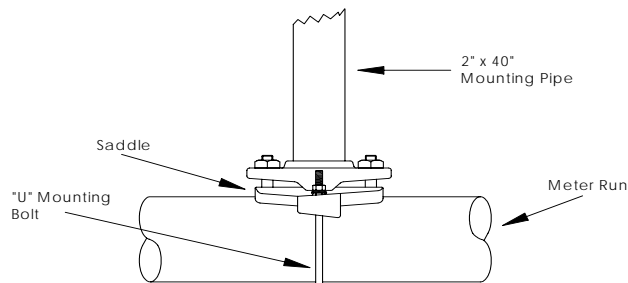

Рис. 1 (Седловая установка)
4. Установите крепежное приспособление для устройства (седло для трубопровода, кронштейн для непосредственной установки, забитая в землю труба). Прикрепите С-образные скобы к трубе диаметром 50,8 мм, используя силиконовый аэрозоль или тефлоновую ленту для предотвращения заедания резьбы. (См. рис. 1 и 2).